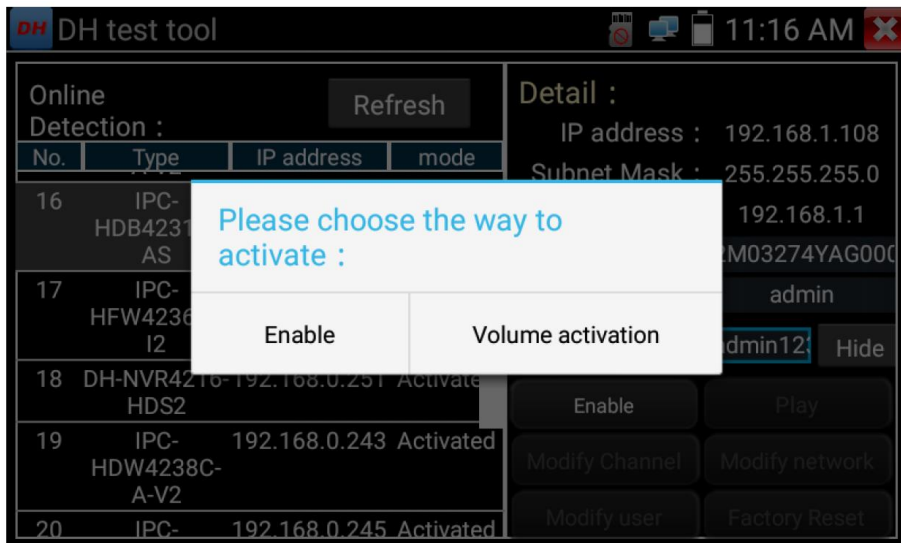

Рис. 122 Активация камер Dahua
2. Активируйте камеру и задайте имя пользователя и пароль (рис. 122, 123)